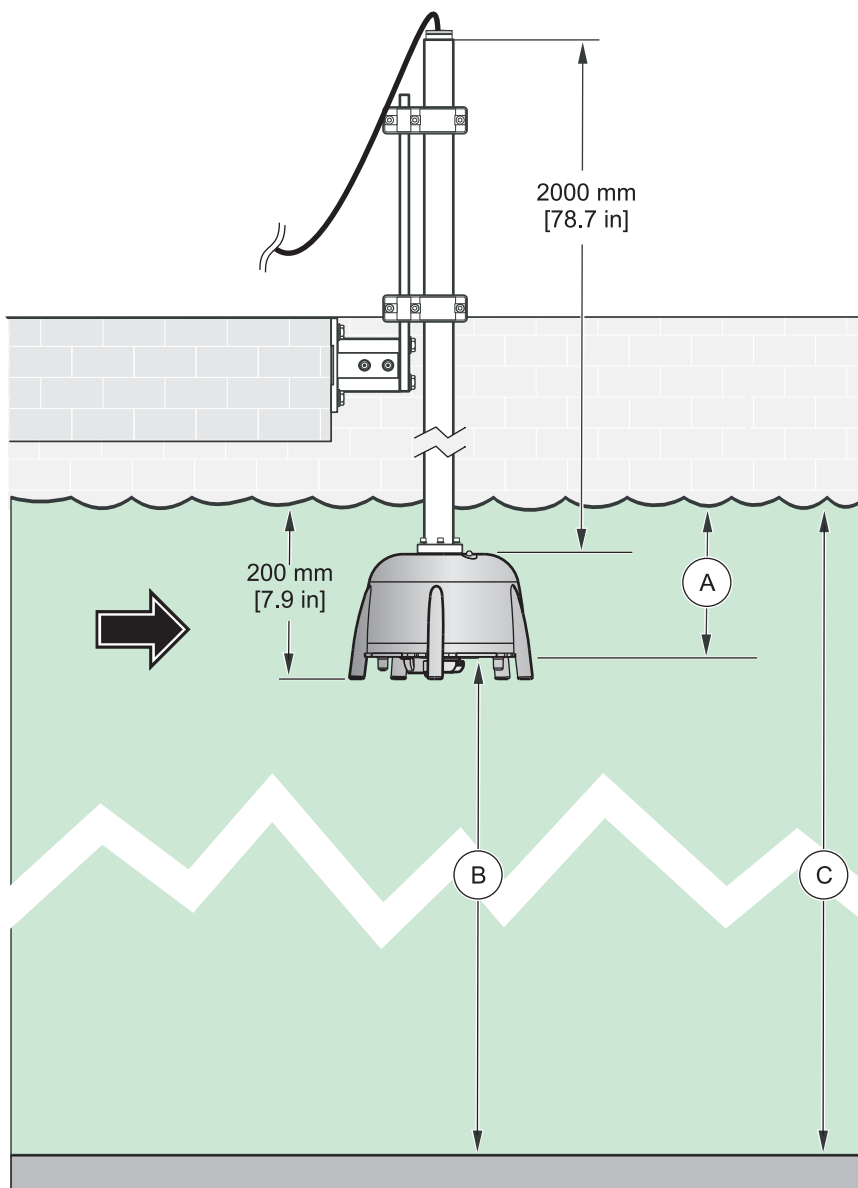

Рисунок 10 Глубина погружения–глубина резервуара
4. В меню датчика CALIBRATE (КАЛИБРОВКА) введите точную глубину погружения датчика (Поз. А, Рисунок 10) в пункте PLUNGERDEPTH (Глубина погружения).
6. В меню датчика CALIBRATE (КАЛИБРОВКА) введите записанное значение глубины резервуара (Элемент С, Рисунок 10) в пункте меню TANK DEPTH (Глубина резервуара).